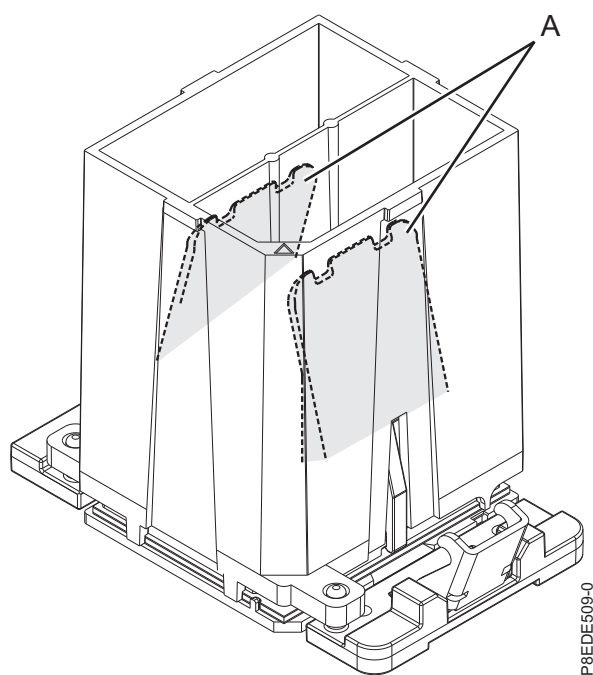

図 15. システム・プロセッサ・モジュール・ツールの取り外し
- c. ツールとシステム・プロセッサ・モジュールの穴とガイド・ピンが正しく位置合わせされたら、しっかりと止まるまで、2 つの青色のリリース・タブ (**A**) をつかみ、まとめて保持します (17 ページの図 15 を参照)。次に、ツールを持ち上げてシステム・プロセッサ・モジュールから離します。